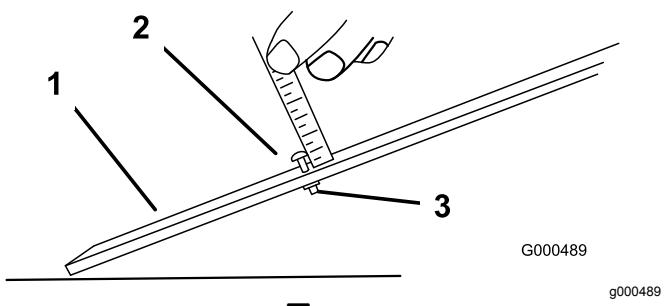

图55
3. 松开调刀尺上的螺母 图55 并将调节螺丝设定为所需的剪草高度。螺丝头底部与调刀尺表面之间的距离就是剪草高度。